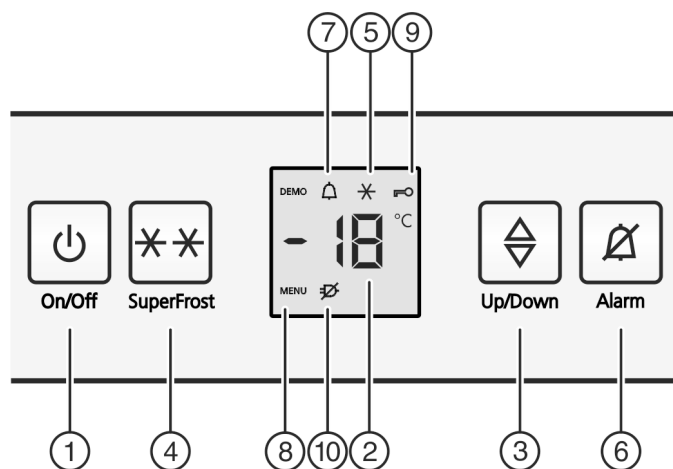

Fig. 2
- ▶ Appuyer sur la touche On/Off Fig. 2 (1).
- ▷ L'appareil est enclenché. L'affichage de la température et le symbole Alarme Fig. 2 (7) clignotent jusqu'à ce que la température soit suffisamment froide.
- ▶ Activer le mode de réglage : appuyer sur la touche SuperFrost Fig. 2 (4) pendant env. 5 secondes.
- ▷ Le symbole Menu Fig. 2 (8) apparaît dans l'affichage.
- ▶ Confirmez en appuyant brièvement sur la touche SuperFrost Fig. 2 (4).
- ▷ Le symbole Sécurité enfants Fig. 2 (9) s'allume dans l'affichage.
- ▶ Appuyer brièvement sur la touche On/Off Fig. 2 (1).
- ▷ Le symbole Sécurité enfants Fig. 2 (9) s'éteint.
- ▶ Appuyer sur la touche Alarme Fig. 2 (6).
L'affichage de la température clignote en même temps que le symbole Alarme Fig. 2 (7).
L'avertisseur sonore s'éteint automatiquement et le symbole Alarme Fig. 2 (7) et l'affichage de température arrêtent de clignoter lorsque la température est de nouveau suffisamment froide.